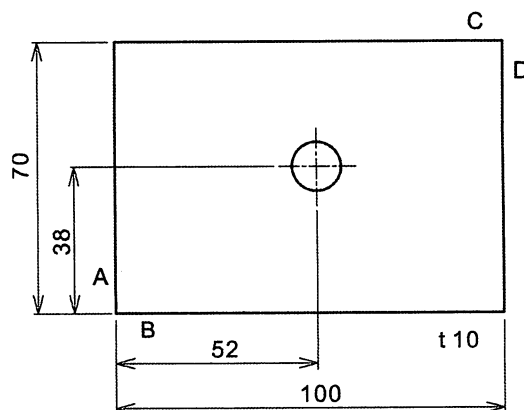

図 3
- (2) 図 3 に示す板を、図中の寸法に普通公差の精級を適用して 1 枚ずつ複数製作するとき、以下の(i), (ii)に答えよ。